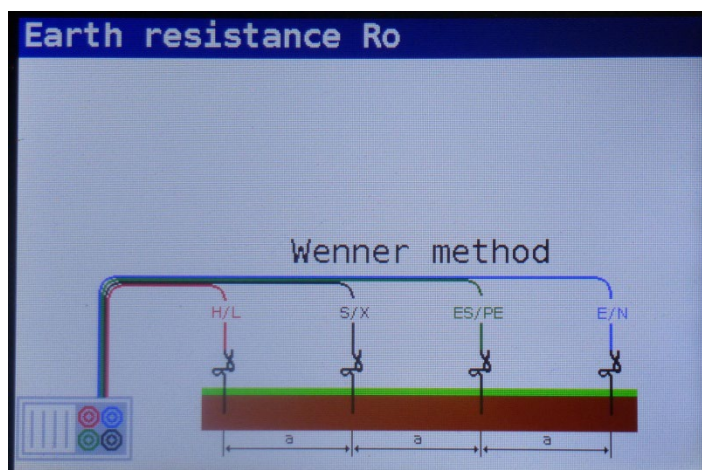

Abbildung 5-51: Anschlussplan
Schritt 3 Führen Sie die Messung des **spezifischen Erdungswiderstands** nach dem in Abbildung 5.51 gezeigten Anschlusschema durch.